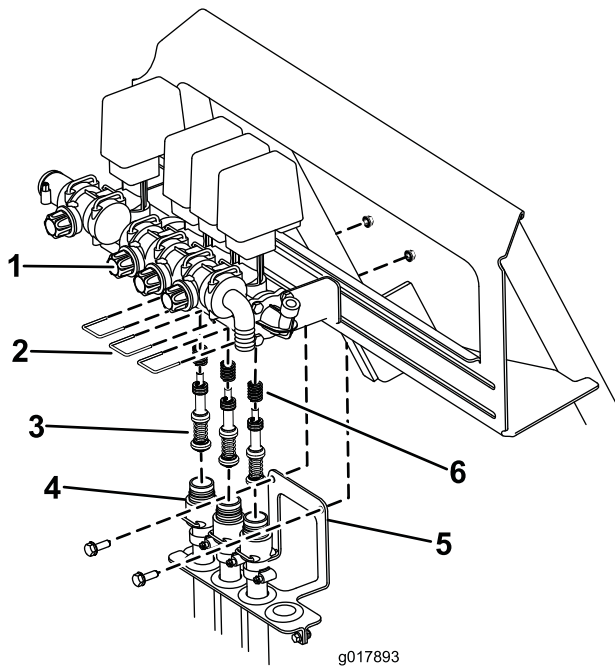

Figura 73
- B. Retire las 3 horquillas que sujetan los asientos de las válvulas al conjunto de las válvulas (Figura 73).
fumigador (Figura 73). Baje las mangueras del conjunto de las válvulas.
- D. Usando una llave Allen de 3 mm, retire los tornillos que sujetan los pistones en el conjunto de las válvulas. Asegúrese de guardar los muelles de la válvula (Figura 73).